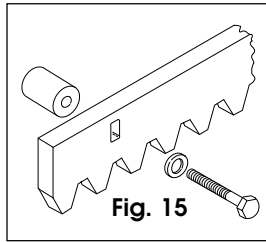

Fig. 15
4.4.2. STEEL RACK TO BE BOLTED (Fig. 15)